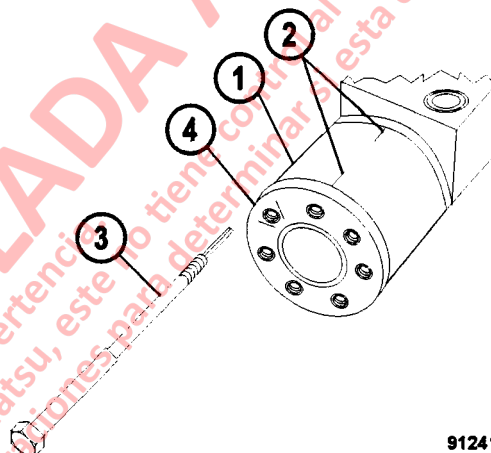

FIGURA 5-4 MARCADO DE LOS COMPONENTES DE LA VALVULA
2. Haga calzar la marca de ajuste de la rueda de engranaje y la cubierta del extremo para asegurar la correcta ubicación durante el ensamblado. Consulte la Figura 5-4.
3. Retire los pernos y golillas de la cubierta del extremo. Retire el perno con pasador cilíndrico (3, Figura 5-4). Marque la ubicación del perno con el pasador cilíndrico en la cubierta del extremo para facilitar el reensamblado.